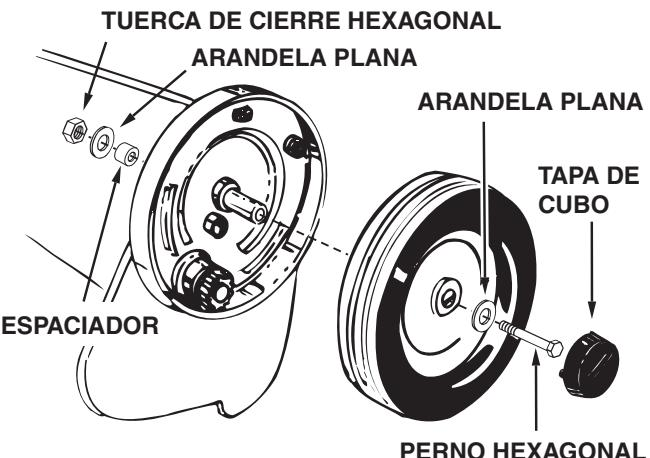

FIGURA 20
- Cada dos años, desinstale las ruedas y limpie los engranajes que se encuentran dentro de la carcasa de la rueda. Después de limpiarlos, lubrique con una capa delgada y pareja de grasa liviana. Para desinstalar la rueda, quite la tapa de cubo haciendo palanca con un destornillador y retire la tuerca de cierre, la arandela plana y el espaciador del extremo del perno ubicados dentro de la barredora. Vea la figura 20.